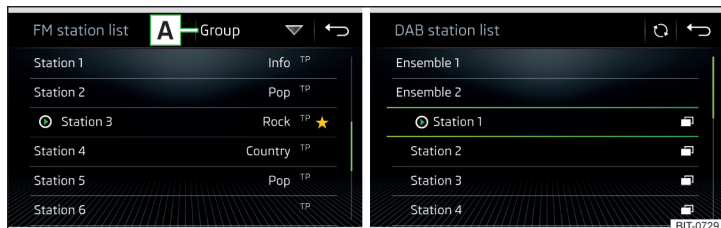

Fig. 190 Exemple de liste de stations disponibles FM/DAB
- Pour **trier** (FM) les stations dans l'ordre alphabétique, par groupe ou par genre, appuyez sur la touche \boxed{A} » fig. 190 » $\boxed{!}$.
- Pour **filtrer** les stations selon le type de programme (par ex. culture, musique, sport, etc.), dans la liste des stations FM (lorsque la fonction RDS est activée) et DAB (lorsque le tri alphabétique des stations est activé), appuyez sur la touche de fonction \boxed{A} » fig. 190.
- Pour la **mise à jour automatique**, appuyez sur la touche \odot » fig. 190.